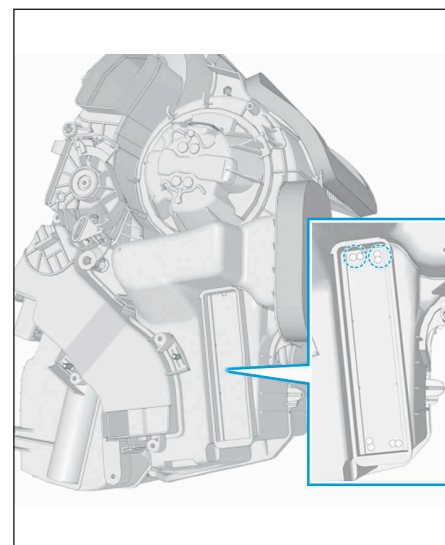

FIG.4
• A l'aide d'un forêt de 6 mm, percer les coins de la zone d'adaptation (Fig.4).